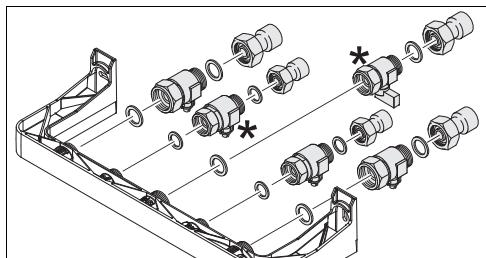

Fig. 1 Conexiuni
- Realizați toate conexiunile la kitul de preinstalare conform Fig. 1.